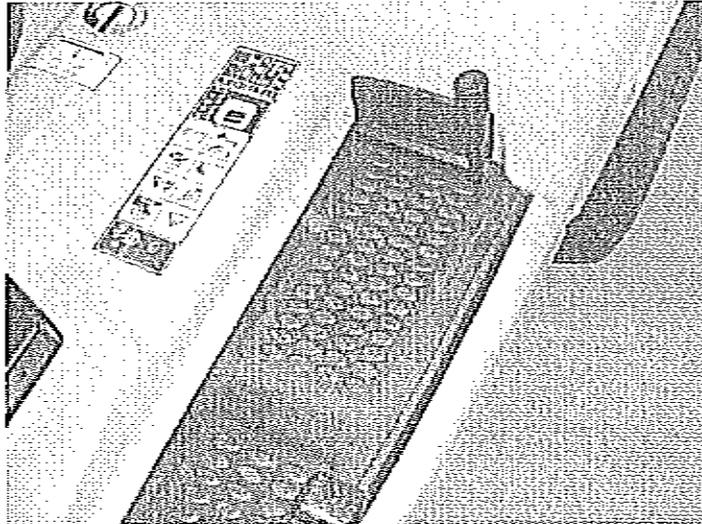

Bild 12
- Schneiden Sie eine Ausnehmung in die Gummimatte und montieren Sie diese (Bild 12)